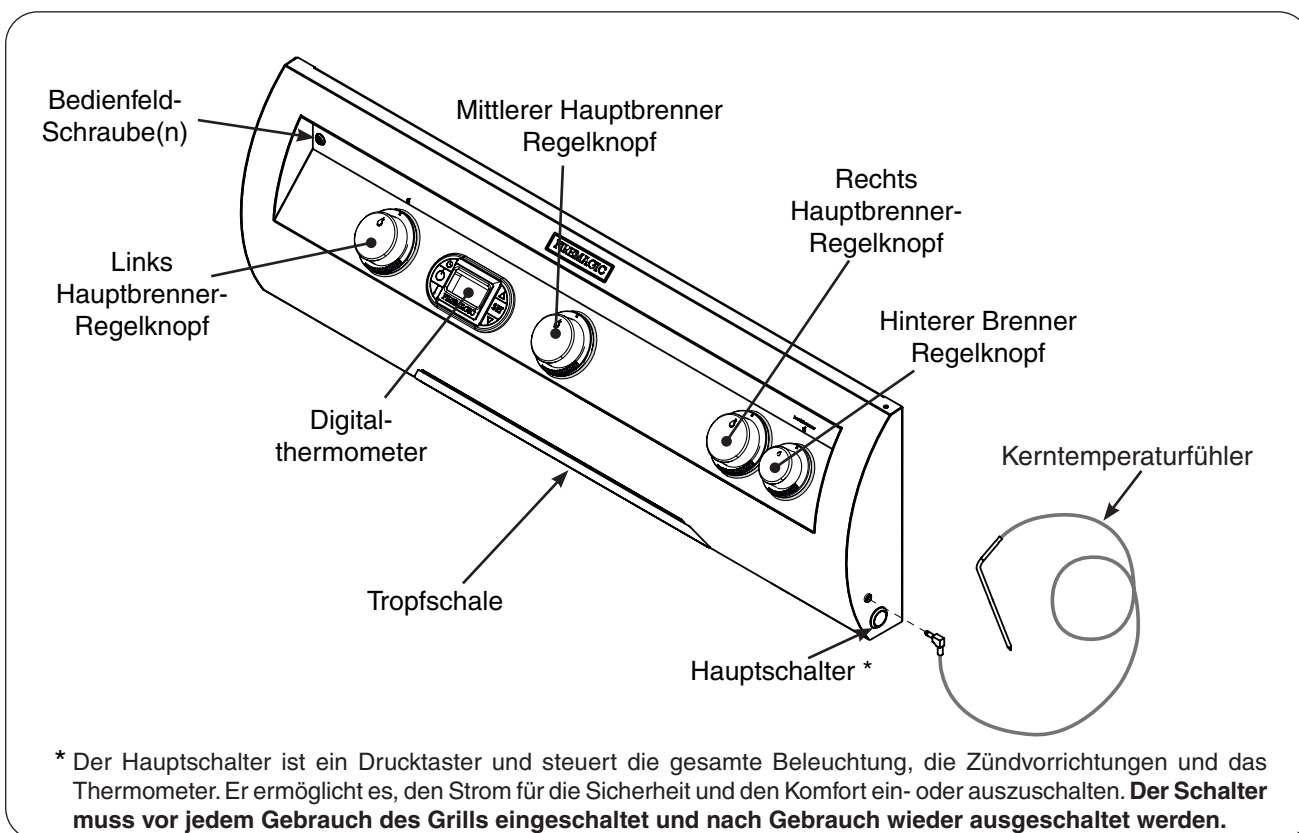

Abb. 26-2 Anordnung der Bedienelemente E660i und E790i
1. Drücken Sie die Licht-Taste, um die Innenbeleuchtung des Backofens und die Hintergrundbeleuchtung des Knaufs einzuschalten (Sie Abb. 26-2). Die Innenraumbeleuchtung des Ofens wird vorübergehend ausgeschaltet, wenn die Haube geschlossen wird (außer Modelle Magic View) geschlossen ist.